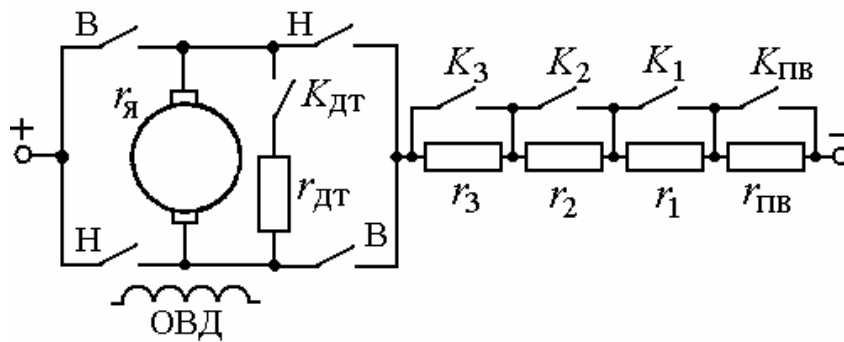
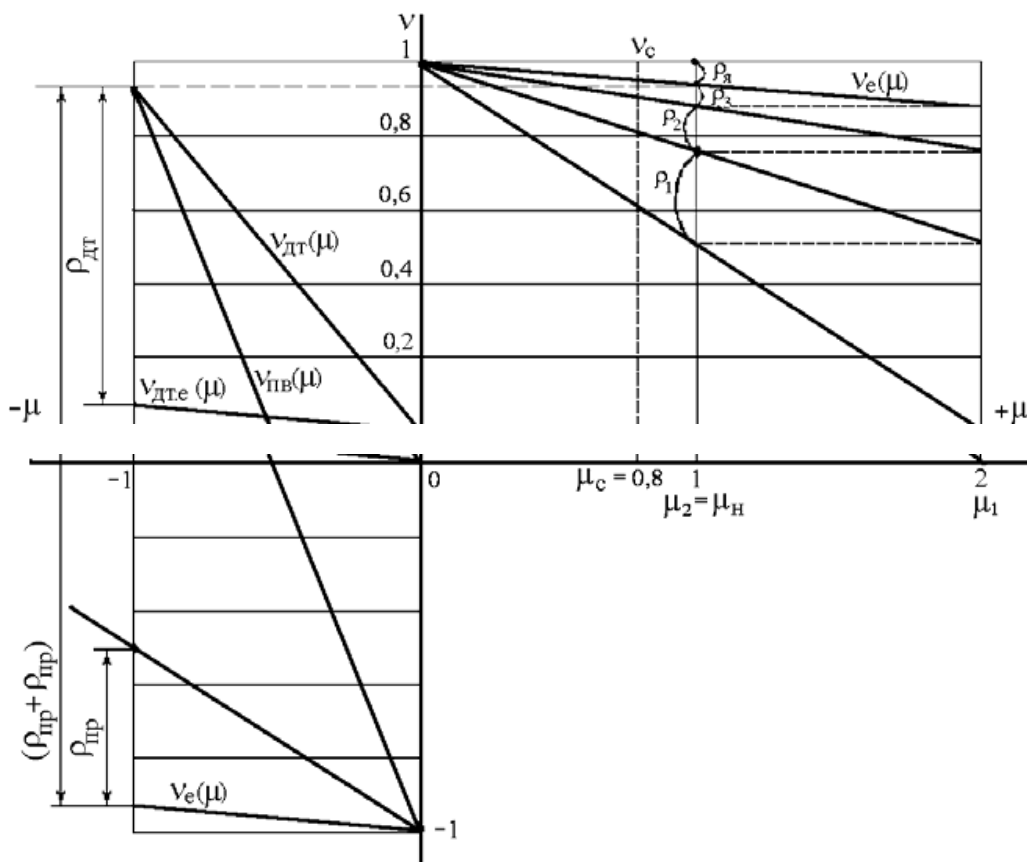

Рис.8. Схема электропривода с реостатно-релейным управлением
Рис.9. Механические пусковые и тормозные характеристики ДПТНВ
**Задача 17.** Для привода с двигателем постоянного тока независимого возбуждения (ДПТНВ) с реостатно-релейным управлением(рис.8) рассчитать величины ступеней пусковых сопротивлений. Номинальные значения паспортных величин двигателя:  $P_n = 8,5 \text{ кВт}$ ;  $U_n = 220 \text{ В}$ ;  $I_n = 44 \text{ А}$ ;  $\omega_n = 94 \text{ рад/с}$ . Максимальный пиковый момент двигателя при пуске  $\mu_1 = 2$ . Относительные значения момента переключения ступеней пускового сопротивления  $\mu_2 = 1$ , статического момента нагрузки  $\mu_c = 0,8$ .
2. Найти число ступеней пуска  $m$  и построить характеристики реостатного пуска (рис.9).
**Задача 18.** Для привода постоянного тока с реостатно-релейным управлением (см. рис.8) рассчитать ступень сопротивления для торможения противовключением и для динамического торможения. Характеристики приведены на рис.9. Номинальные значения параметров двигателя:  $P_n = 8,5 \text{ кВт}$ ;  $U_n = 220 \text{ В}$ ;  $I_n = 44 \text{ А}$ ;  $r_a = 0,3 \text{ Ом}$ ;  $\omega_0 = 100 \text{ рад/с}$ ;  $\omega_n = 94 \text{ рад/с}$ . Двигатель переключается в тормозной режим потивовключения или динамического торможения при  $\mu_c = 1$  и  $v = v_n$ . Максимальный тормозной момент припереключении  $\mu_t = 1$ . Пусковые характеристики рассчитаны для максимального значения момента при пуске с  $\mu_1 = 2$ .